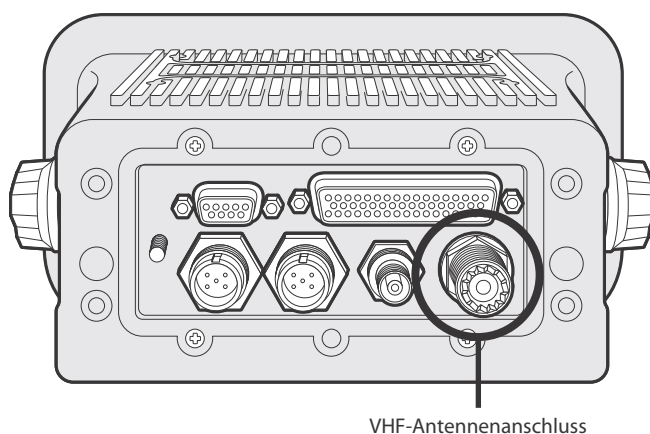

Abbildung 40 VHF-Antennenanschluss
- Schließen Sie das VHF-Antennenkabel an den VHF-Anschluss am AIS-Transponder wie in Abbildung 40 dargestellt an.